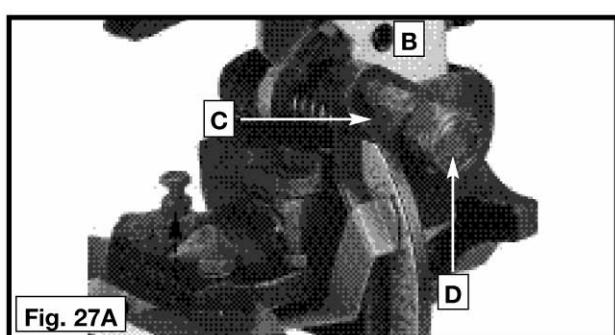

Fig. 27A
Depois de um longo período de tempo, pode ser necessário fazer um ajuste do encaixe deslizante entre o braço da cabeça de corte (B) Fig. 27A, e o munhão. Para este ajuste, aperte a porca (D). Este ajuste não deve ser tão apertado que restrinja o movimento de deslize do braço da cabeça de corte (B) ou tão frouxo que afete a precisão do corte da serra.